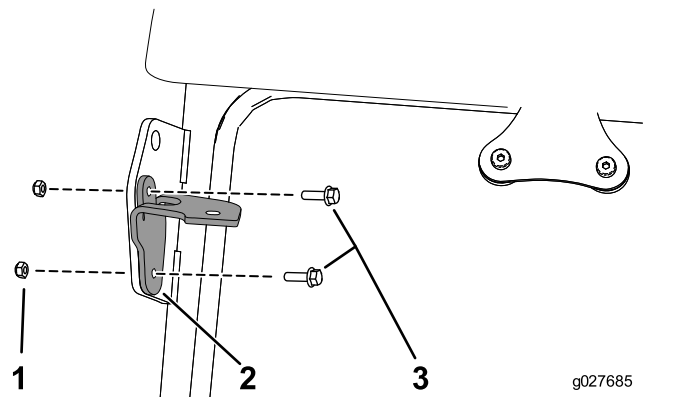

Figura 2
1. Sujete el soporte derecho en el punto de elevación delantero derecho de la cabina usando los 2 pernos (M6) y las 2 tuercas (Figura 2).
2. Sujete el soporte izquierdo en el punto de elevación delantero izquierdo de la cabina con 2 pernos (M6) y 2 tuercas (Figura 2).